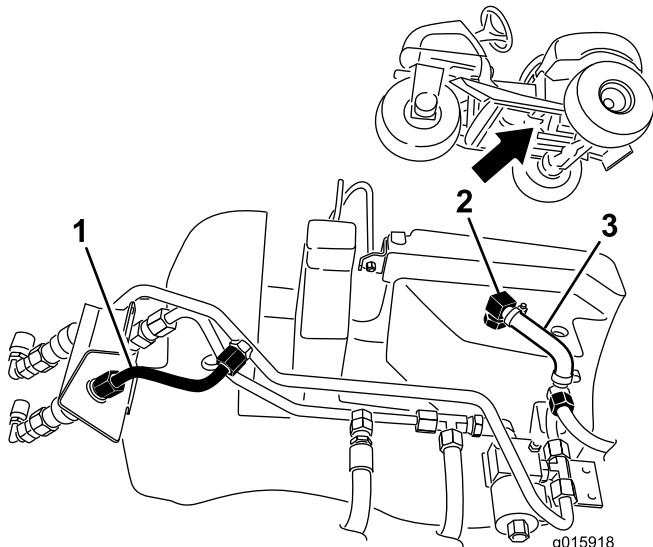

Figure 8
1. Débranchez la petite conduite hydraulique du coupleur et de l'orifice hydraulique de la conduite (Figure 8).
2. Déposez le petit flexible moulé en le débranchant du petit raccord coudé sur le réservoir hydraulique et du petit tube hydraulique (Figure 8). Conservez les colliers mais mettez le flexible au rebut.
- Déposez le petit raccord coudé du réservoir hydraulique (Figure 8).